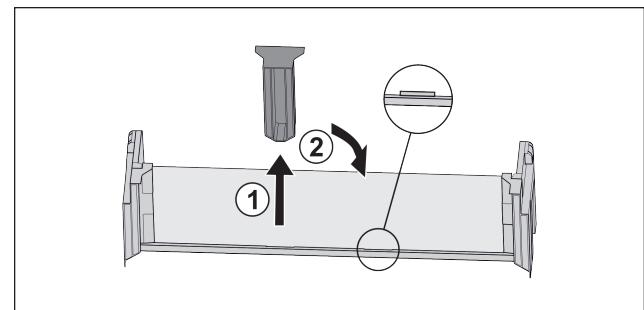

Fig. 118
- Изтеглете средната задържаща част Fig. 118 (1).
- Вкарайте средната задържаща част на втората позиция Fig. 118 (2).